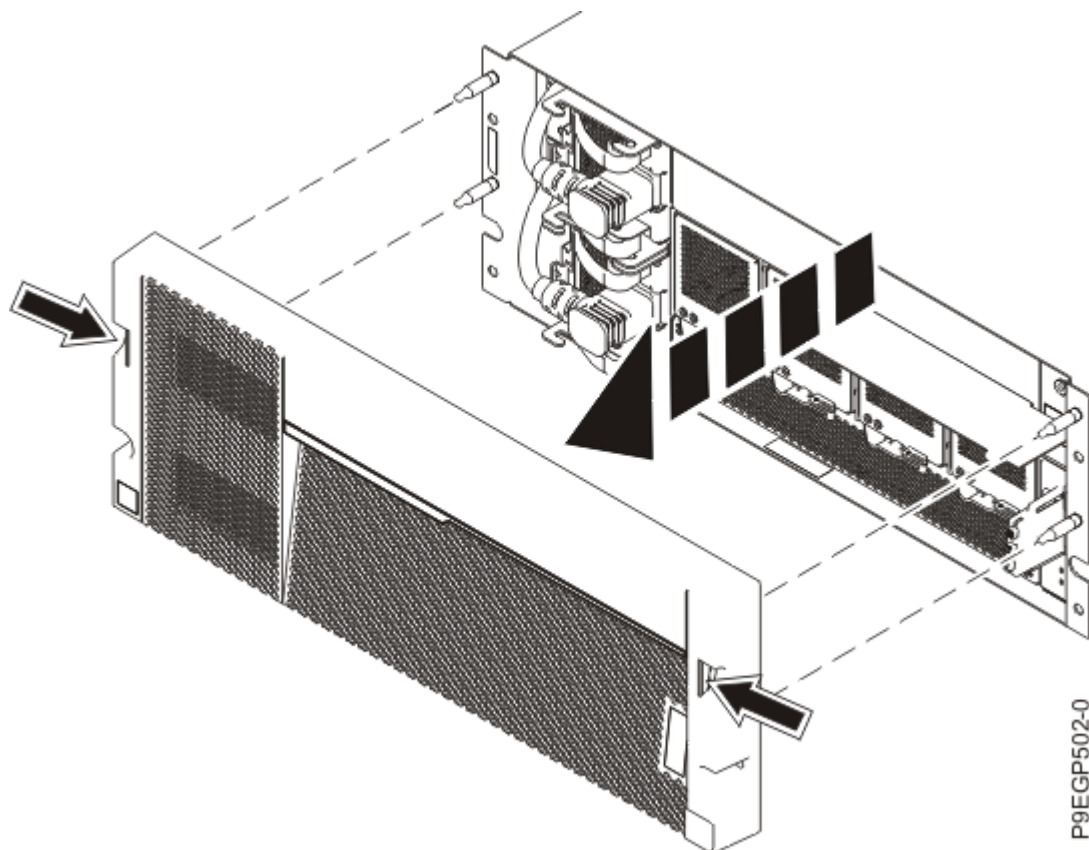

Рисунок 8. Снятие крышки и извлечение карточки с информацией об обслуживании
- б. Взявшись за две синие точки касания с каждой стороны блока, снимите крышку с передней стороны блока, как показано на Рисунок 8 на стр. 12.